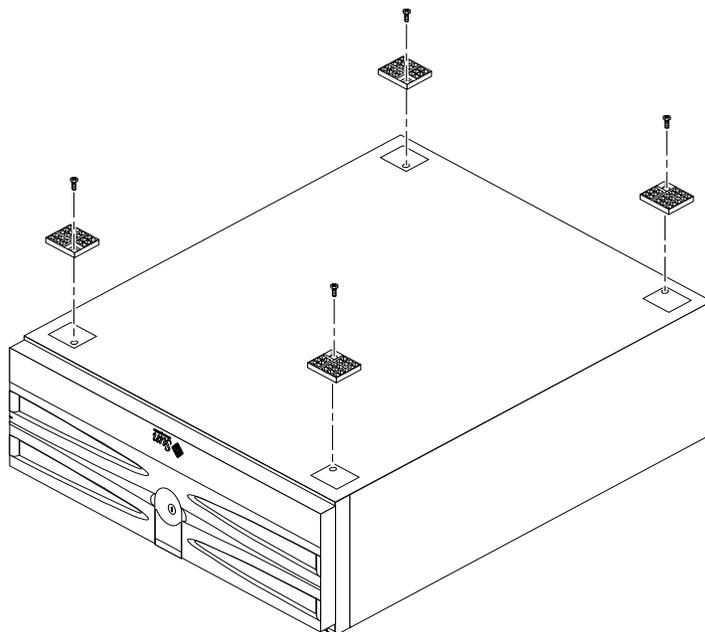

図 2 脚の取り外し
1. 補助要員と一緒に、正面を手前にしてアレイを裏返します (図 2 を参照)。